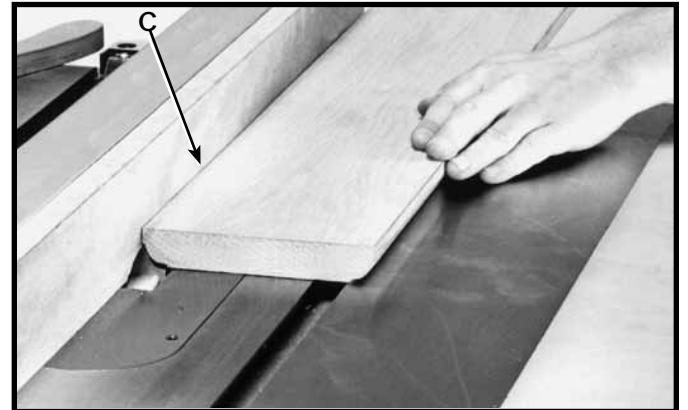

Fig. S16
3. Coloque el revestimiento de madera sobre el cabezal portacuchilla, que debe estar por debajo de la superficie de la mesa. Encienda la sierra y levante el cabezal portacuchilla. El cabezal portacuchilla corta su propia ranura en el revestimiento de madera. La Fig. S16 muestra una operación para moldura típica.